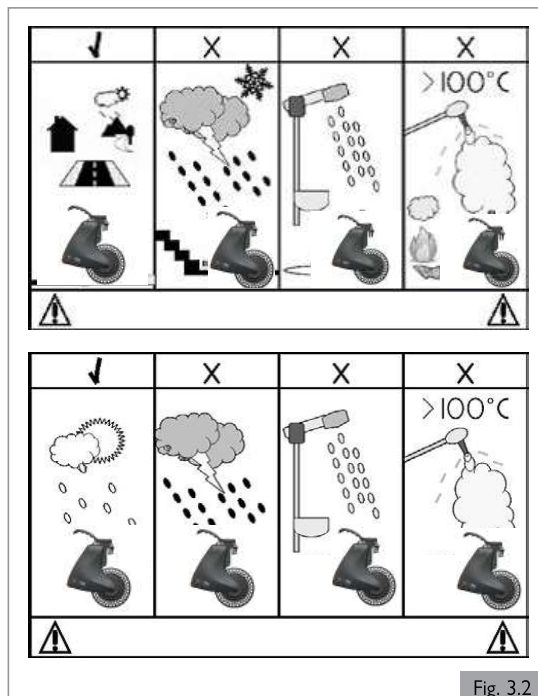

Fig. 3.2
3.4 Área de aplicación: El entorno del usuario (Fig. 3.2)